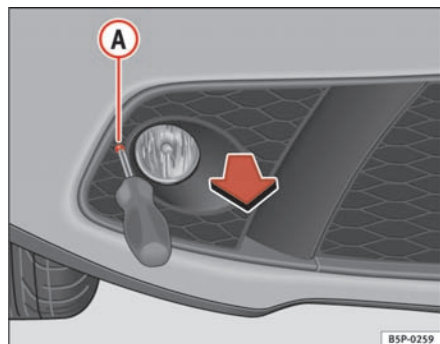

Fig. 200 Adgang til holderen til slæbeøjet
- Skru skruen **A** ud ⇒ fig. 200.